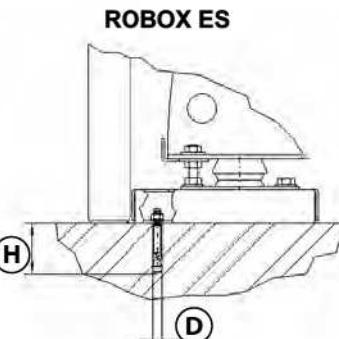

Fig.7B
- Forare il pavimento come indicato in Fig. 7B.
- Fissare i piedi mediante tasselli ad espansione come indicato in Fig. 7B.
- Pierce the floor as Fig. 7B shows.
- Fasten the feet by means of the screw anchors as Fig. 7B shows.
- Piercer le sol comme indiqué sur la Fig. 7B.
- Fixer les pieds à l'aide de chevilles à expansion, comme indiqué sur la Fig. 7B.
- Den Boden wie auf Abb. 7B dargestellt anbohren.
- Die Füße mit Expansionsdübeln befestigen, wie auf Abb. 7B dargestellt.
- Perfore el pavimento como se indica en la Fig. 7B.
- Fije los pies mediante tacos de expansión como se indica en la Fig. 7B.